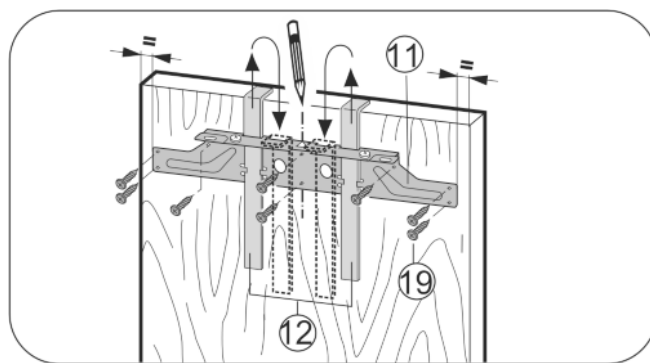

Fig. 26
- ▶ Tvirtinimo skersinį Fig. 26 (11), pasinaudodami pagalbinėmis montavimo priemonėmis Fig. 26 (12), pakabinkite baldo viduje.
- ▶ Tvirtinimo skersinį Fig. 26 (11) išlygiuokite durų viduryje.
- ▶ tvirtinimo skersinį Fig. 26 (11) priveržkite mažiausiai 6 varžtais Fig. 26 (19).
- ▶ tvirtinimo skersinį Fig. 26 (11) mažiausiai 4 varžtais Fig. 26 (19) priveržkite prie krašto.
- ▶ Į viršų ištraukite pagalbinės detales Fig. 26 (12) ir, jas apsukę, įstumkite į šalia esančias fiksavimo angas.